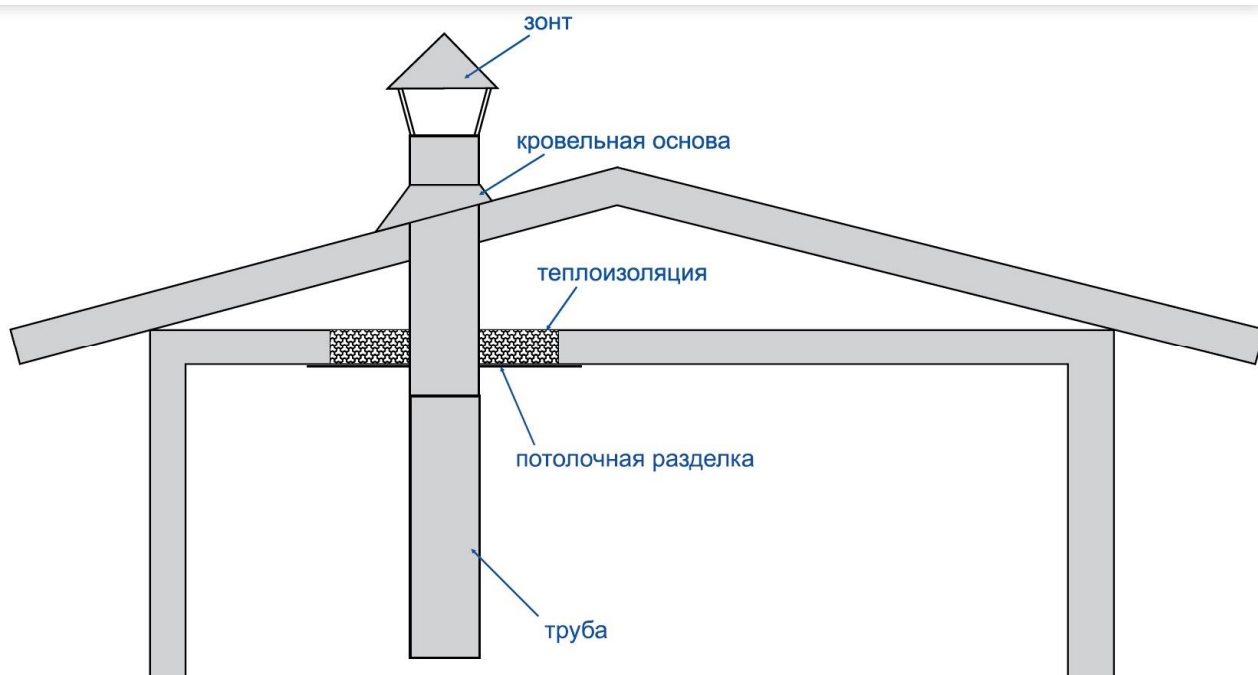

Рис.2 Проход дымохода через потолок с помощью потолочной разделки
3.5. При прохождении дымохода через перекрытие должен использоваться проход перекрытия (рис.2). При этом размеры разделок указанных дымовых труб в месте примыкания строительных конструкций и отступов между наружной поверхностью дымовых труб и стеной, перегородкой и другой конструкцией здания следует выполнять с учетом требований «приложения К» к СНиП 41-01-2003.